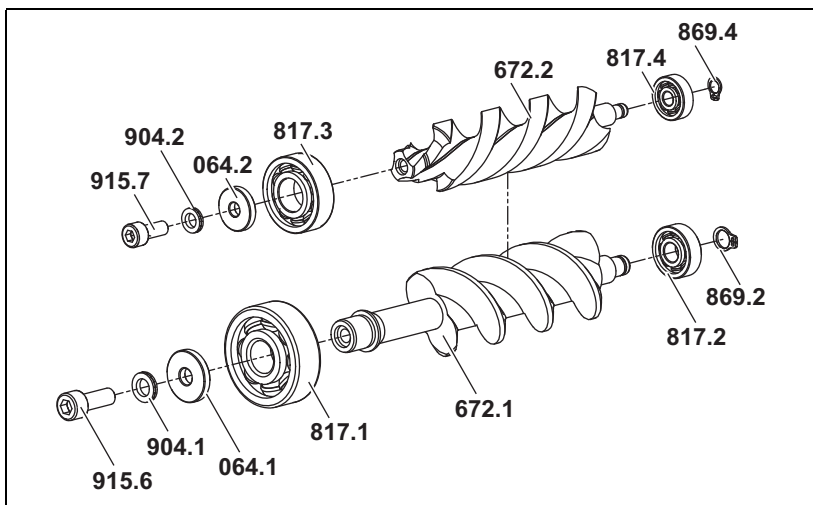

Abb. 10
4. Sicherungsringe **869.2** und **869.4** von Messspindel groß und klein entfernen. Übersicht siehe Abb. 10, Seite 33.
3. Keilsicherungsscheiben **904.1** und **904.2** und Stützscheiben **064.1** und **064.2** auf Zylinderschrauben **915.6** und **915.7** aufziehen. Übersicht siehe Abb. 10, Seite 33.